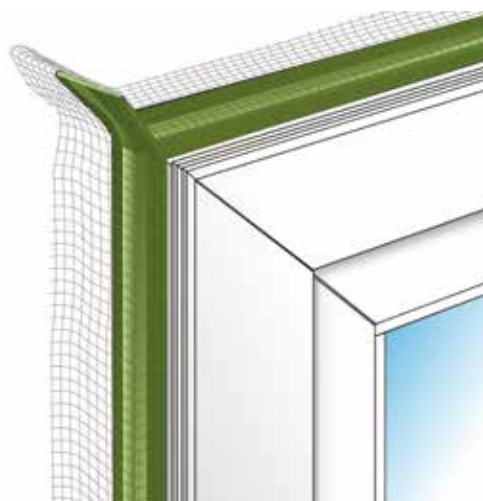

Fig 2 : ménager un pli d'environ 2 cm dans chaque angle.
- ménager des plis d'environ 2 cm dans chaque angle (Fig. 2)